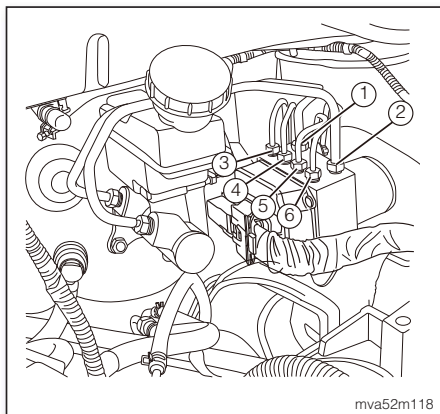

图6
5. 拆开液压控制单元(HCU)上的制动油管①~⑥(如图6)。